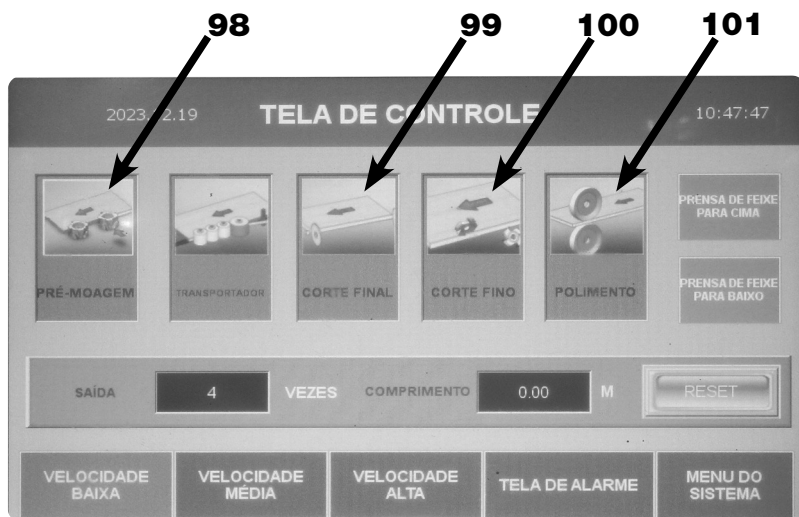

FIGURA 34 – Tela de Controle
7. **LIGAR** a Tupia (10) pela Tecla Liga/Desliga Tupia (98) (figura 34);
8. **LIGAR** o Destopador (12) pela Tecla Liga/Desliga Destopador (99);
9. **LIGAR** o Refilador (13) pela Tecla Liga/Desliga Refilador (100);
10. **LIGAR** o Polidor (15) pela Tecla Liga/Desliga Polidor (101);